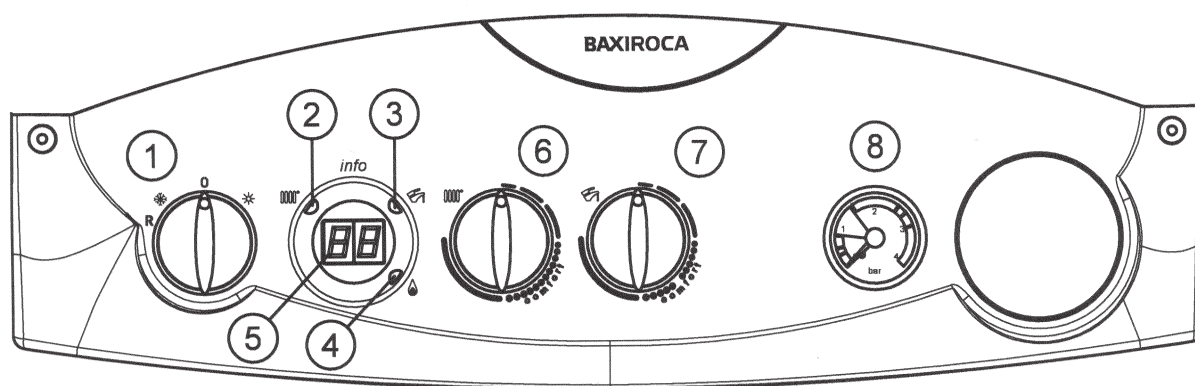

Figura 1
**IMPORTANTE:** Controlar periodicamente que a pressão, lida no manómetro (8 figura 1) e com a instalação fria, é de 1 - 1,5 bar. Em caso de maior pressão, actuar sobre a torneira de esgoto da caldeira. Se for inferior, abrir a torneira de enchimento da caldeira (figura 4).